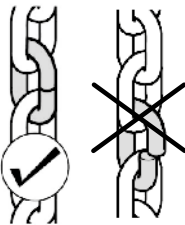
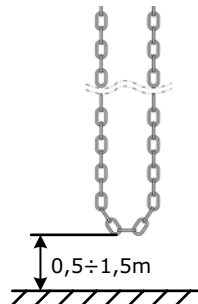

Abbildung 6
Abbildung 7
- Die Kette wird mittels spezieller Kettenglieder montiert und demontiert (Abb. 6). Die Kante der Kette zur manuellen Notsteuerung im montierten Zustand muss sich auf einer Höhe von $0,5 \div 1,5$ m befinden (Abb. 7). Verkürzen Sie bei Bedarf die Kette.